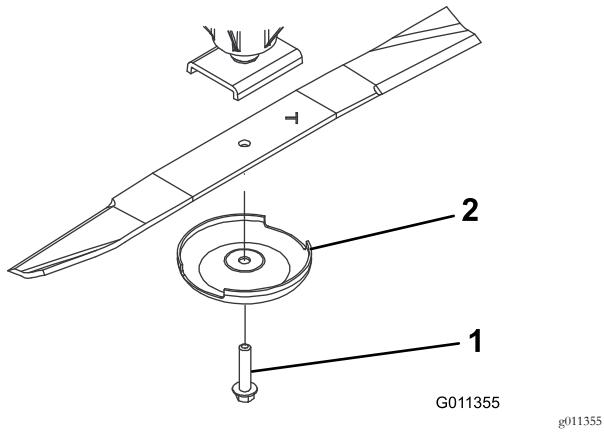

Figura 74
2. Fixe a extremidade da lâmina utilizando um pedaço de tecido ou uma luva grossa. Retire o parafuso da lâmina, o recipiente antidanos e lâmina do eixo (Figura 74).
- Instale a lâmina, com a aba voltada para a plataforma do cortador, com o recipiente antidanos e o parafuso da lâmina (Figura 74).